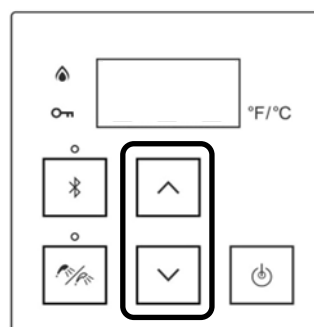

Figure 64
- Si un chauffe-eau avec un thermostat nouvellement installé n'a pas fonctionné pendant plus de six (6) heures, la température revient à la valeur par défaut de 40 °C (104 °F) en cas d'interruption de courant.
3. Appuyer sur les touches fléchées vers le haut et vers le bas pour obtenir la température souhaitée (figure 64).